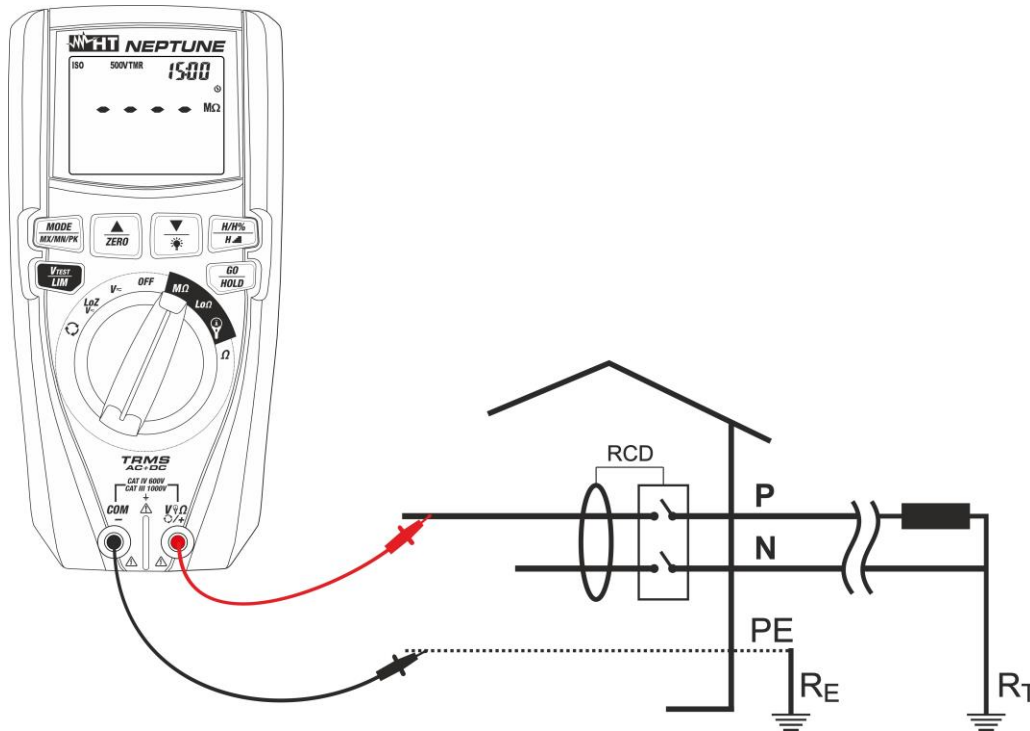

Fig. 19: Uso dello strumento per misura resistenza di isolamento in modo TMR
6. Inserire il conduttore rosso nel terminale di ingresso **V Ω +/+** e il conduttore nero nel terminale di ingresso **COM/-** ed eventuali terminali a coccodrillo e collegare lo strumento all'impianto in esame (vedere Fig. 19)